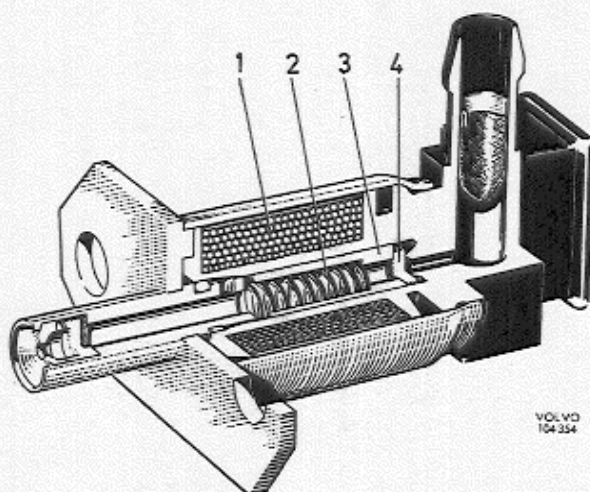

Abb. 2—10 Kaltstartventil
Bei kaltem Motor (unter $+35^{\circ}\text{C}$) sind die Kontakte (1, Abb. 2—11) geschlossen. Solange der Anlasser arbeitet, verläuft der Stromfluß von diesen zum Kaltstartventil und weiter durch die Leitung (2)